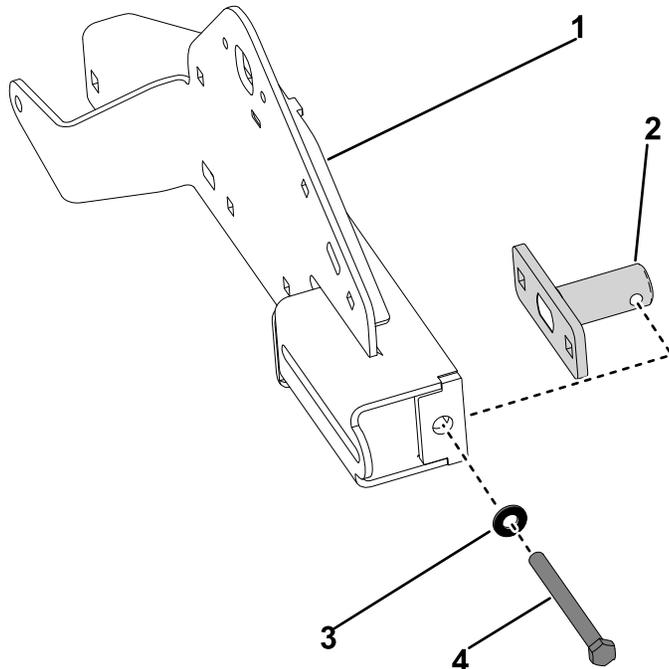

Figura 27
1. Montate il tenditore sul nuovo gruppo supporto del cingolo, e fissate senza serrare con la rondella conservata (3/8") e la vite (3/8" x 4") (Figura 27).